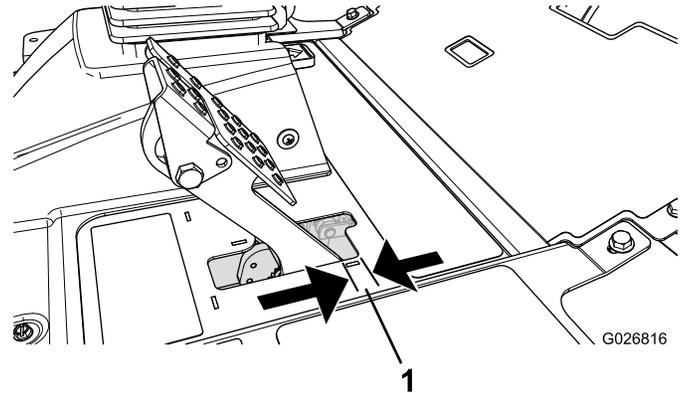

Figure 60
Régalez les freins si la garde à la pédale de frein est supérieure à 2,5 cm (Figure 60) ou si la force de maintien offerte est insuffisante. La garde est la distance parcourue par la pédale de frein avant que le freinage soit ressenti.
2. Serrez l'écrou arrière afin de pouvoir déplacer le câble en arrière jusqu'à obtention d'une garde de 6 à 13 mm (Figure 60), avant le blocage des roues.